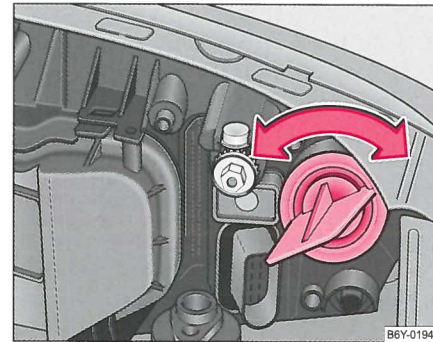

Fig. 178 Afmontering af pære til blinklys foran
- Ved at dreje mod venstre drejes lampefatningen med pære ud ⇒ fig. 178.